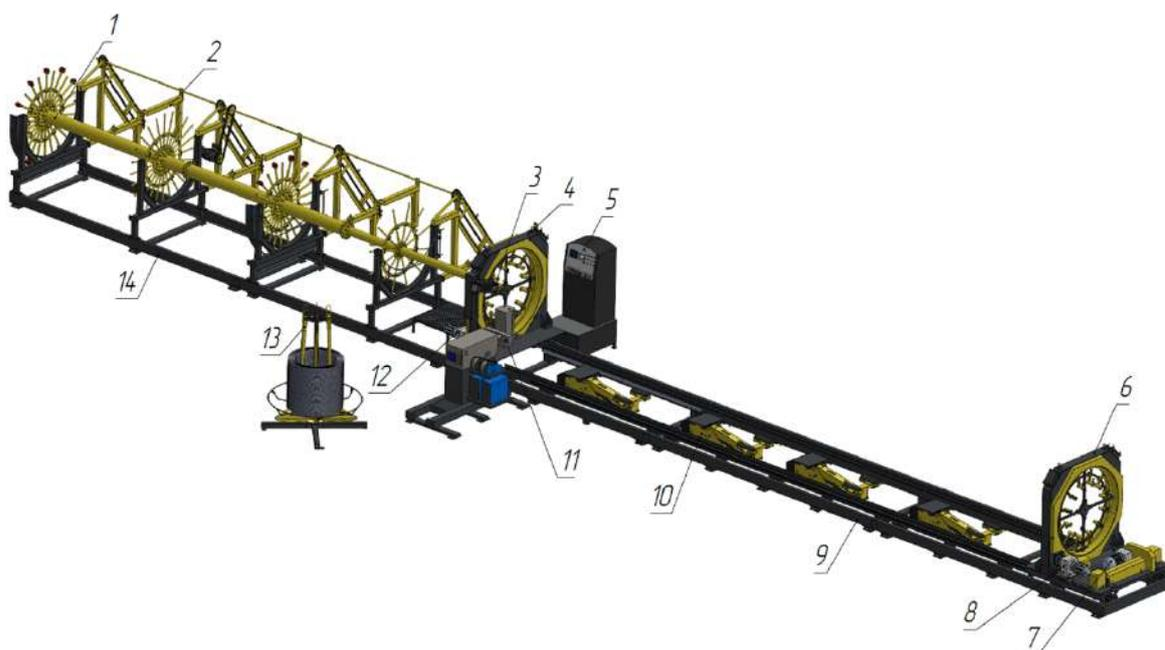

Рис. 1. Схема устройства станка для изготовления арматурных каркасов ТОРНАДО 15-12:
- установить станок согласно схеме устройства (рис.1);
- проверить (в ручном режиме) свободно ли передвигается портал подвижный (поз.6 рис.1);